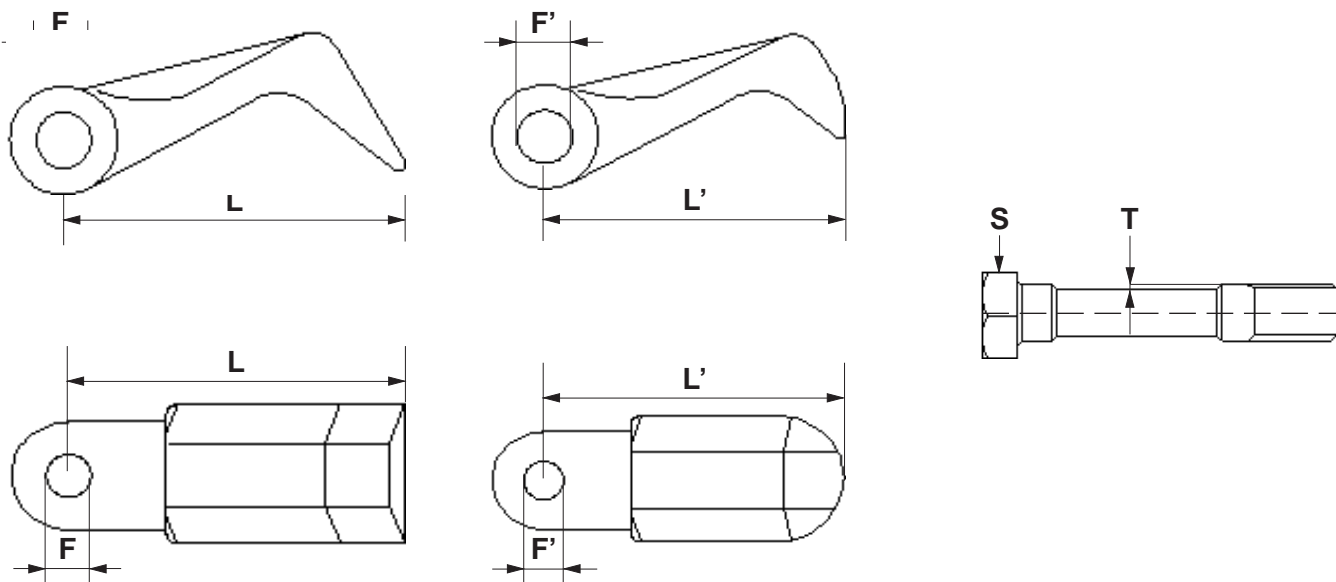

Fig. 20
- Il diametro del foro di fissaggio «F» non deve essere ovalizzato più 2 mm, rispetto al diametro originale (Fig. 20).
- La lunghezza «L» dei coltelli non può scendere oltre 15 mm, rispetto la lunghezza originale (Fig. 20).
- L'usura «T» del perno è superiore a 2 mm (Fig. 20).
- *Diameteren på fastgøringshullet «F» må ikke blive mere deformt end 2 mm i forhold til den originale diameter (Fig. 20).*
- *Skærebladenes længde «L» må ikke komme under 15 mm i forhold til den originale længde (Fig. 20).*
- *Sliddet «T» på den bolten er større end 2 mm (Fig. 20).*